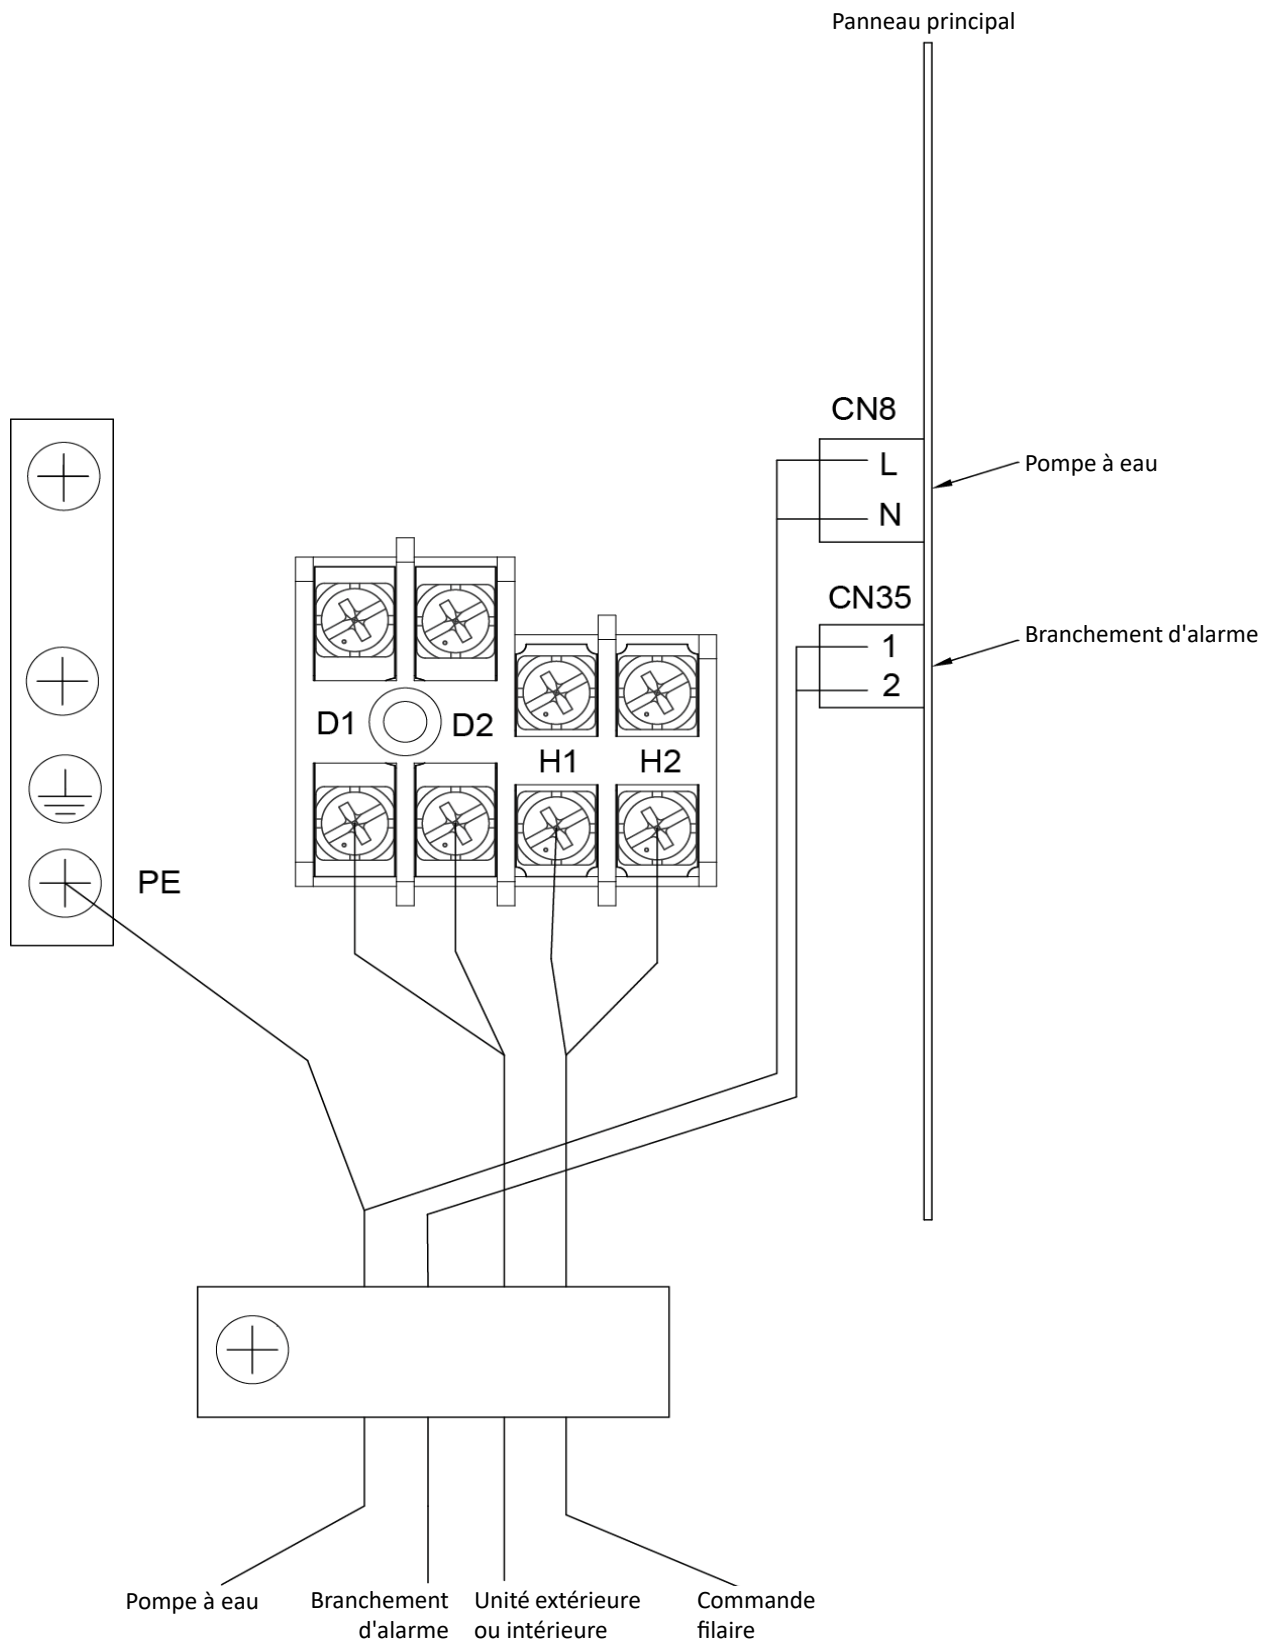

Fig.5.7
- ① Retirez le panneau.
- ② Retirez le couvercle du boîtier électrique.
- ③ Raccordez le câble d'alimentation de la pompe à eau externe aux positions L et N de la borne CN8 du panneau principal ; connectez le fil d'alarme aux positions 1 et 2 de la borne CN35 (voir Fig. 5.7).
- ④ Sortez le clip de câble du pack d'accessoires. Enlevez le clip de câble d'origine du boîtier électrique et fixez le câble d'alimentation et le fil d'alarme avec le nouveau clip.